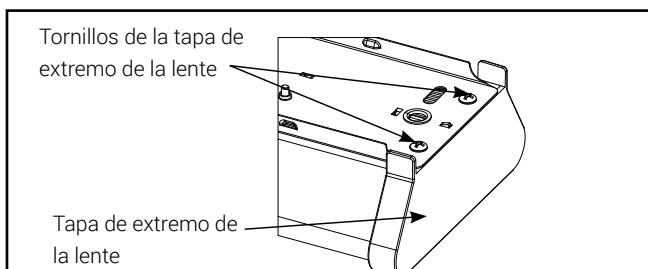

Figura 3.
4. Retire la placa final de remate de la lente solo de un extremo de la cubierta (Figura 3).